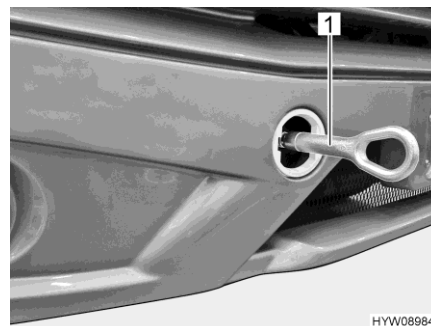

Bild 39 Abschleppöse (montiert)
- Abschleppöse (Bild 39,1) gemäß den Anweisungen in der Betriebsanleitung des Basisfahrzeugs montieren.